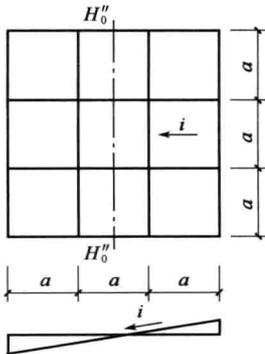

图 1-3 单向泄水坡度的场地
(1) 单向泄水时的设计标高计算。将已调整的设计标高  $H''_0$  作为场地中心线(与排水方向垂直的中心线)的标高,如图 1-3 所示。场地内任意一点的设计标高为: